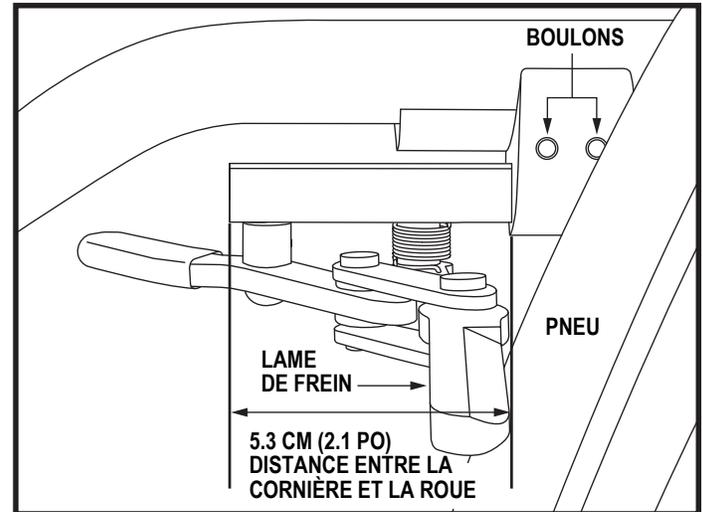

Figure 45. Réglage du frein de type ciseau
1. Débloquez le frein. La cornière avant du frein faisant face à la roue avant devrait être à 5.3 cm (2.1 po) exactement de l'endroit où la lame de frein vient en contact avec la bande de roulement de la roue arrière. **Voir la figure 45.** Ceci est valable pour les deux types de pneus: gonflable et à âme pleine.
2. Desserrez les écrous et boulons qui fixent le frein sur le châssis. **Voir figure 45.**